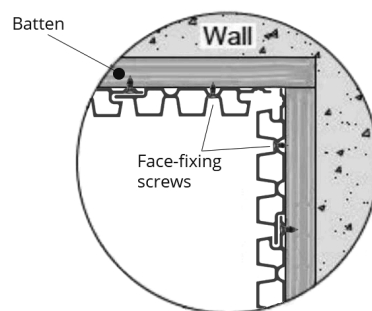

FIG. 11 - ZICHTBAAR
- 04 Plaats de plank en draai de zichtbare schroeven door de voorboorgaten. Draai stevig aan zonder te vast aan te draaien (fig. 11).